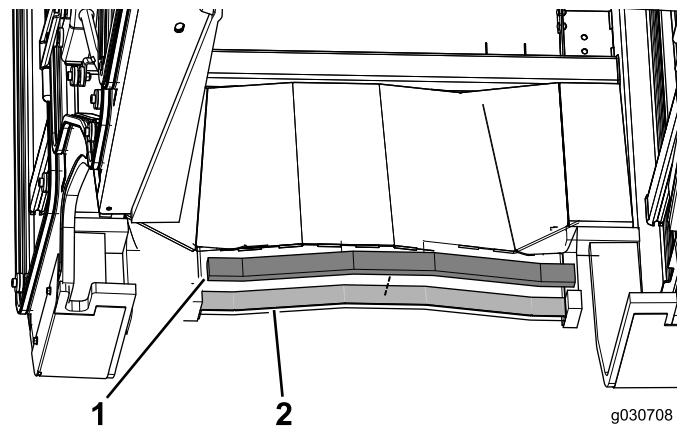

Bild 15
3. Bringen Sie die hintere Schaumstoffdichtung hinten an der Kabine an (Bild 15).